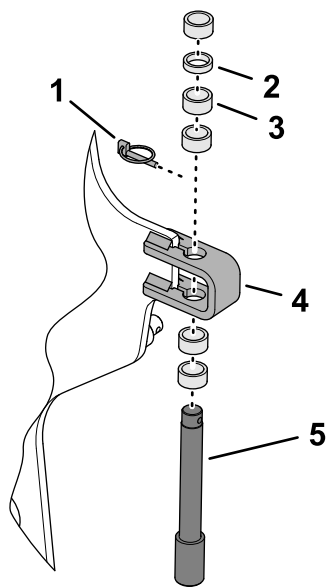

Figure 112
- Retirez la goupille à anneau qui fixe la goupille et les entretoises de butée de profondeur au support de butée (**Figure 111** et **Figure 112**).